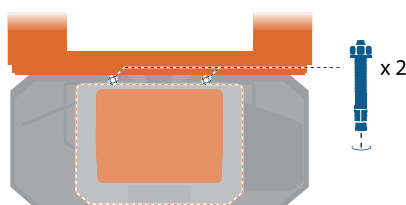

Imagen 21 Ancle los elevadores de palets sin pata de apoyo central con otros 2 pernos expansores.
8. Para elevadores de palets sin pata de apoyo central, ancle el elevador de palets a la base utilizando otros 2 pernos expansores; véase la imagen 21. Visite www.edmolift.com/installation para obtener más información.